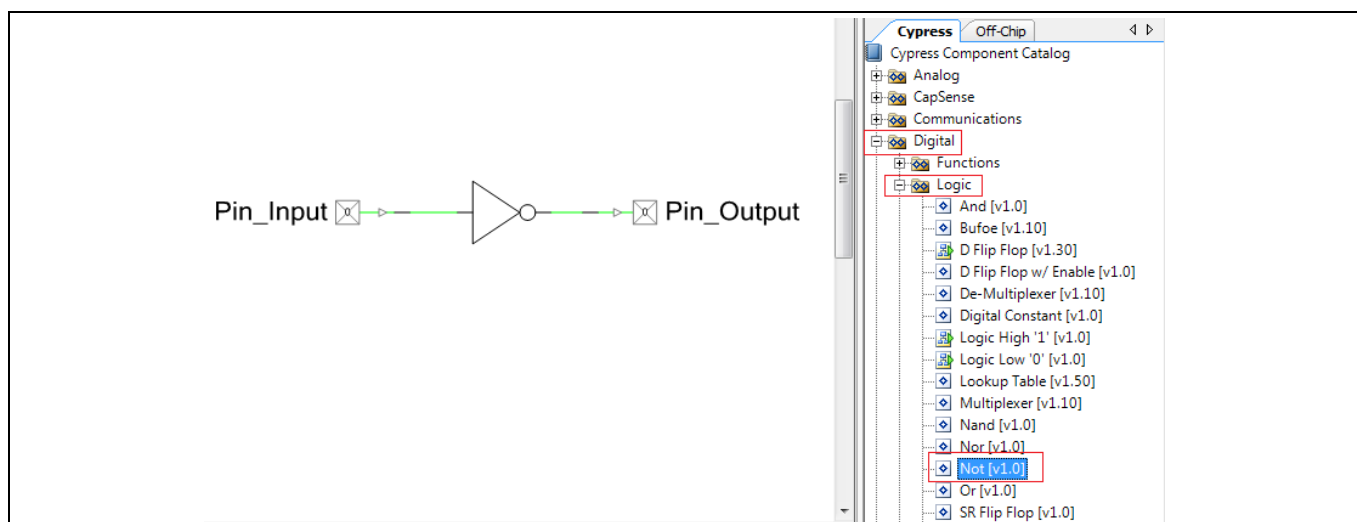

Figure 50 NOT ゲートの接続
2. Figure 50 に示すように、NOT ゲートを配置し、ピンに接続してください。